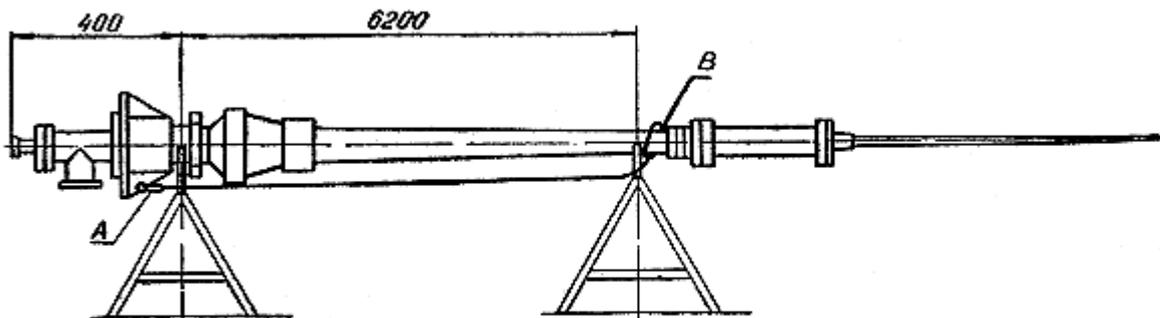

Рис. 3. Схема установки антенны на опорах
- установить ствол антенны на опоры, как показано на рис.3;